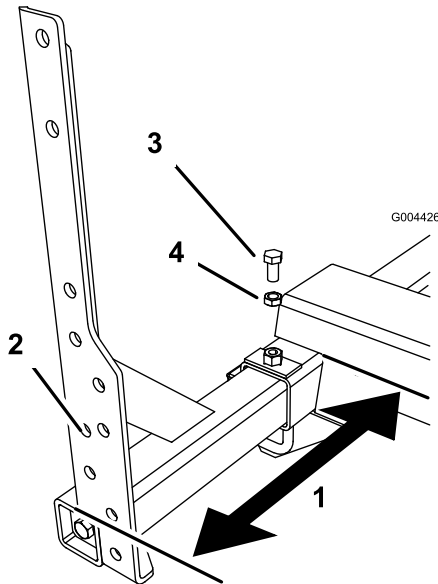

Figure 7
- A. Pour les pulvérisateurs 1200 series, insérez le montant dans le cadre jusqu'à ce que l'extrémité du cadre se situe à 19-1/4 pouces de la base du carter d'essieu sur le cadre (Figure 7).